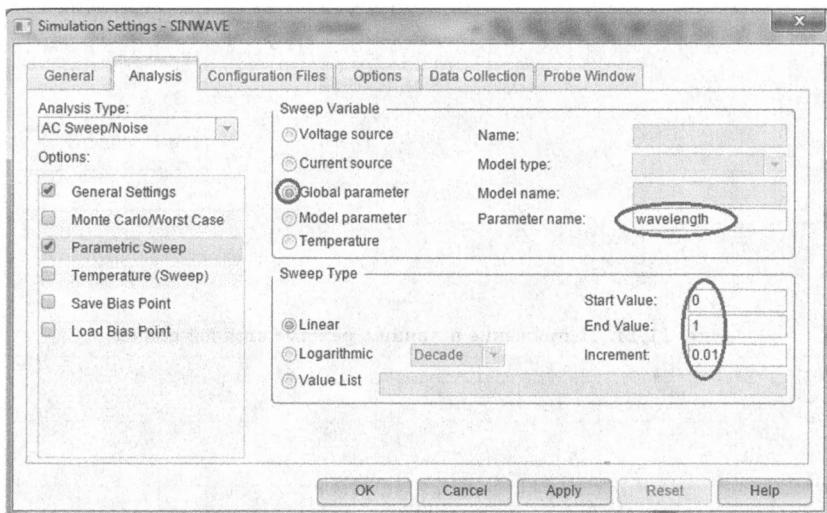

Рис. 11.12. Настройка параметрической развертки длины волны
6. Установите параметрическую развертку и настройте глобальный параметр развертки wavelength. Длины волн меняются от 0 до 1 с шагом 0.01, как показано на рис. 11.12. Нажмите OK.